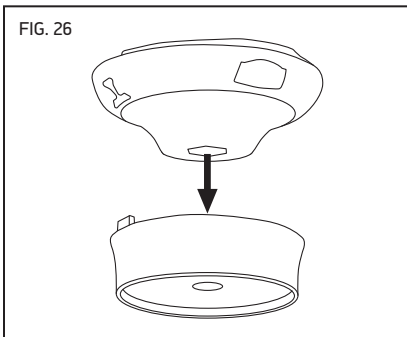

FIG. 26
- Retire el protector de enrollado de hierba del cabezal de la desbrozadora (Fig. 26).